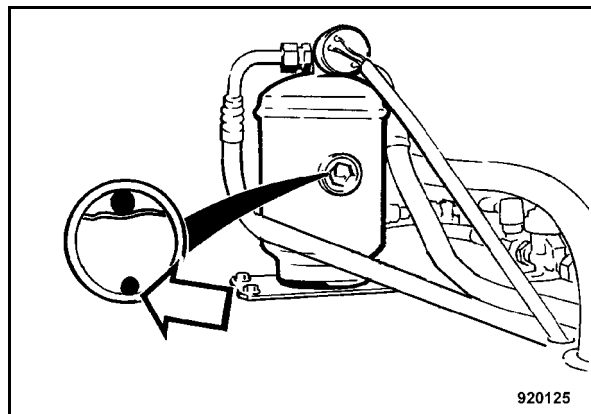

Fig. 175
- Comprobar la perla indicadora de humedad (Fig. 175) en el cristal de observación de la unidad secadora / colectora.